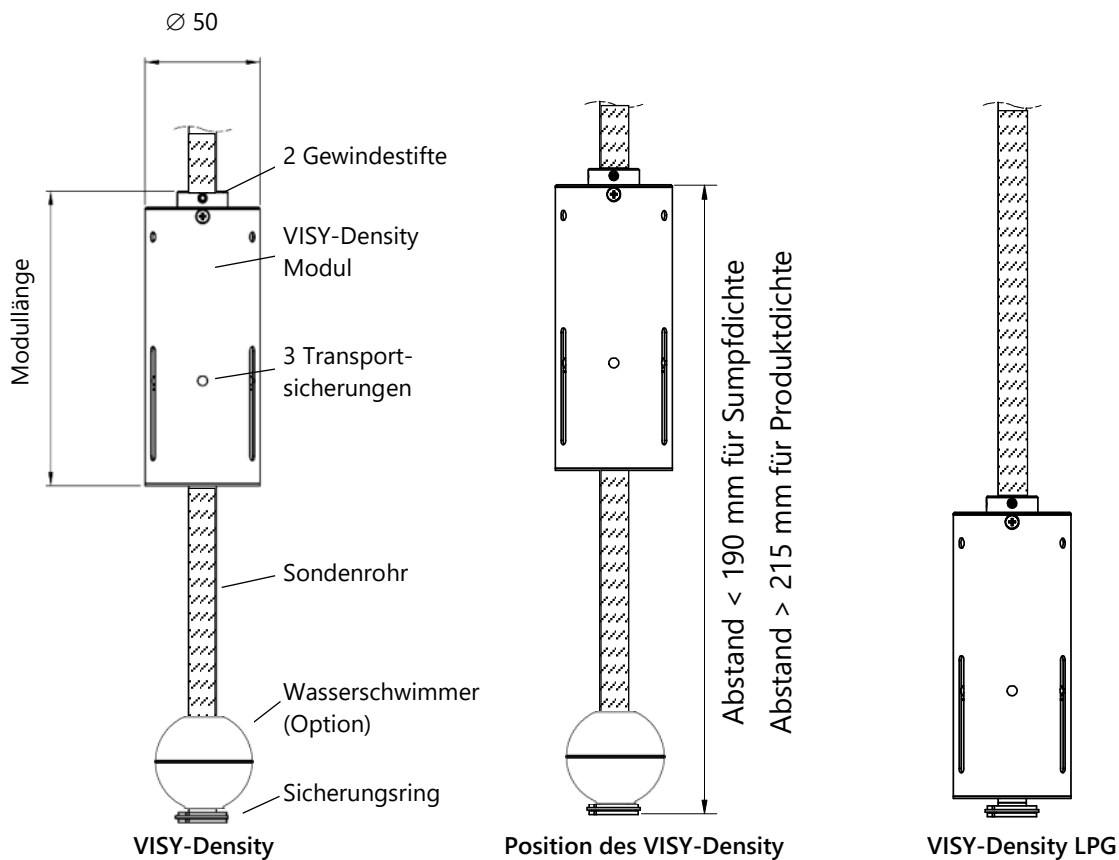

Abbildung 1: VISY-Density und VISY-Density LPG
Je nach Position des VISY-Density Moduls auf dem Sondenrohr wird entweder die Produktdichte oder die Sumpfdichte ermittelt, siehe Abbildung 1.
8. VISY-Density (LPG) je nach Anwendung mit den 2 Gewindestiften in der entsprechenden Höhe des Sondenrohres fixieren (siehe Abbildung 1):
9. VISY-Density je nach Anwendung mit den 2 Gewindestiften in der entsprechenden Höhe des Sondenrohres fixieren (siehe Abbildung 1):
5. VISY-Density (LPG) je nach Anwendung mit den 2 Gewindestiften in der entsprechenden Höhe des Sondenrohres fixieren (siehe Abbildung 1):